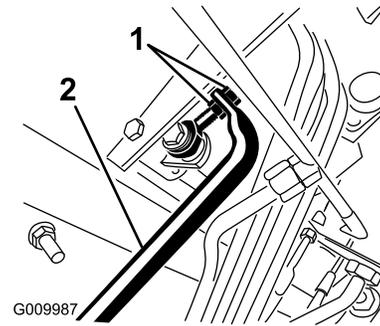

Figura 73
4. Ajuste las contratuercas del extremo de la varilla de la bomba con objeto de desplazar el tubo de control de la bomba hacia adelante para eliminar el movimiento de la máquina hacia adelante, o hacia atrás para eliminar el movimiento hacia atrás (Figura 73).